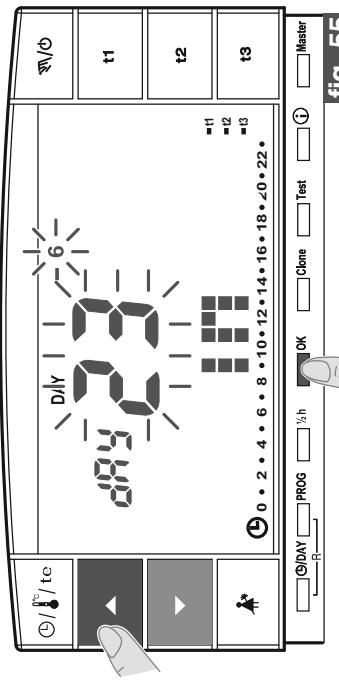

fig. 55
- En pantalla aparece (parpadeando) el día en el que se pretende finalizar el recuento (regresar a la vivienda), con las teclas **▲▼** configurar el día (en base al mes y al día configurado se actualizará automáticamente el día de la semana). Confirmar pulsando la tecla **OK** (fig. 55).